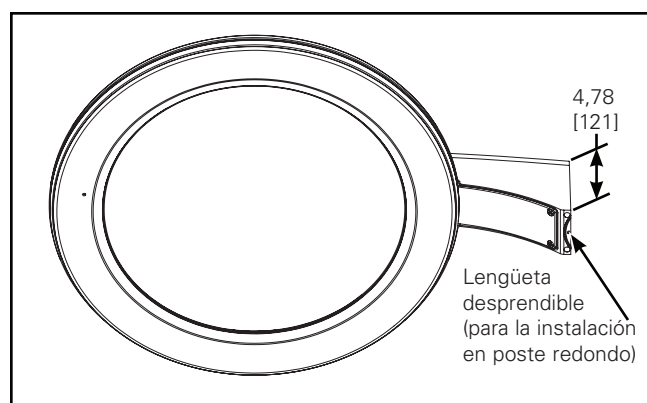

Figura 2.
1. El brazo de montaje en poste está diseñado para un poste cuadrado o redondo. La instalación en poste redondo requerirá la remoción de las lengüetas desprendibles del brazo de montaje. Agarre la lengüeta desprendible con unos alicates y despréndala. (Figura 2.)